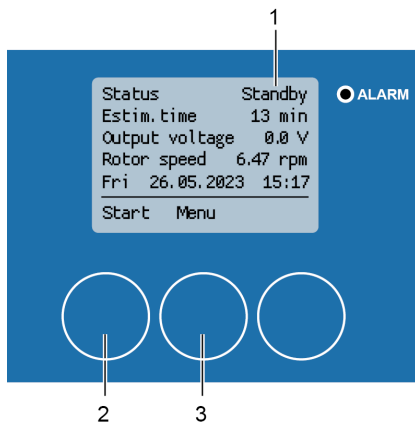

Abbildung 163: Reinigungsprozess Startbildschirm
⇒ Nachdem der Reinigungsschlitten seine Ausgangsposition am Rotorumfang erreicht hat, ist der Reinigungsvorgang abgeschlossen. Die Statusanzeige wechselt zu „Standby“ (Abbildung 163/1).
2. Drücken Sie [Start] (Abbildung 163/2), um den Reinigungsvorgang erneut zu starten, oder [Menü] (Abbildung 163/3), um das Menü "1 Hauptmenü" zu öffnen.